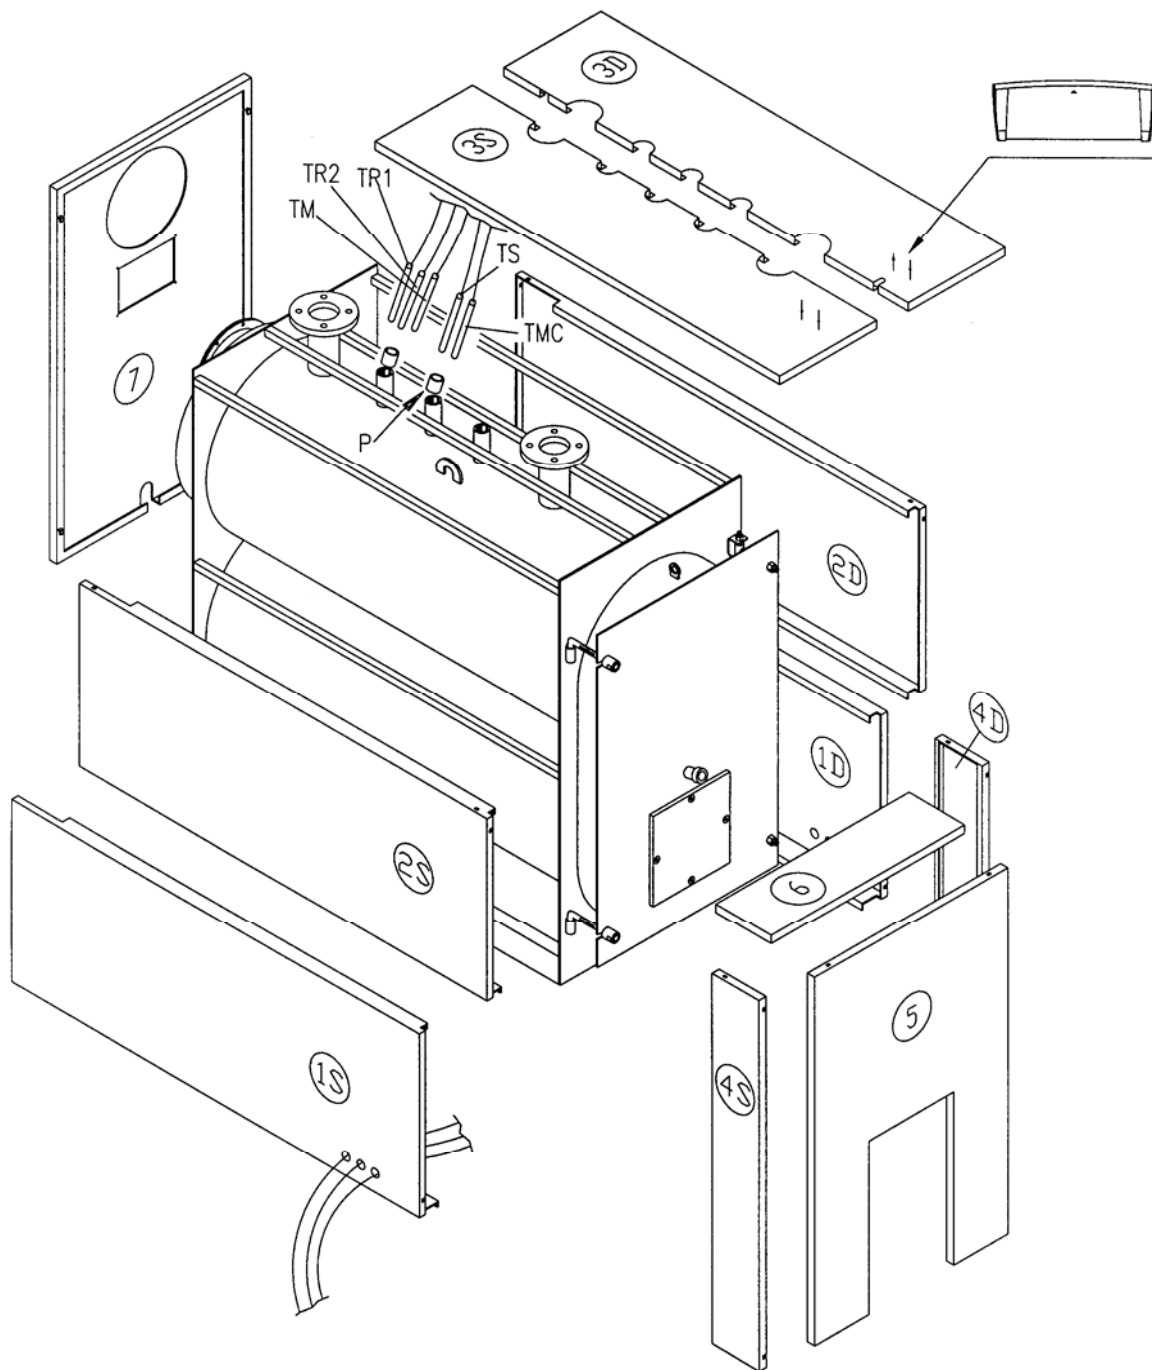

Рис. 11
4.5 ОБШИВКА КОТЛА STR (Рис. 11)
- Установить верхнюю панель (3S) на котел; закрепить панель управления на панели (3S); размотать капилляры термостатов и термометра и вставить колбы в зумпфы (P).
- Установить панели (4S) и (4D), прикрепив их к боковым панелям при помощи скоб; установить переднюю панель (5), прикрепив ее к панелям (4S) и (4D). Закрыть обшивку дверцы, прикрепив верхнюю панель (6).
- Установить заднюю панель (7), прикрепив к боковым панелям при помощи скоб.